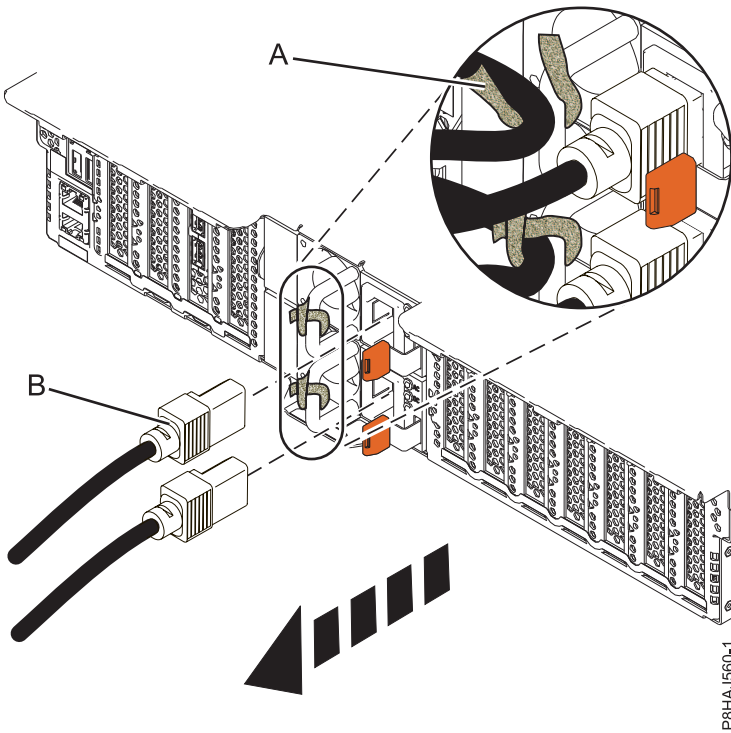
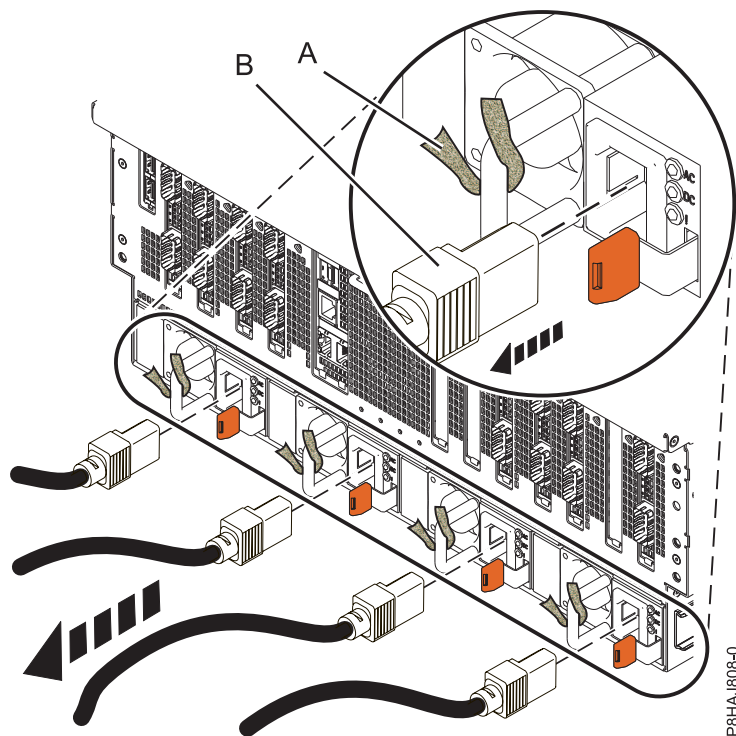

Figure 17. Retrait des cordons d'alimentation d'un système 5148-21L, 5148-22L, 8247-21L, 8247-22L, 8284-21A ou 8284-22A
Figure 18. Retrait des cordons d'alimentation d'un système 8408-44E ou 8408-E8E
3. Débranchez les cordons d'alimentation (**B**) de l'unité centrale. Voir les figures figure 16, à la page 42, figure 17, à la page 42 ou figure 18, à la page 43 selon le type de votre système.